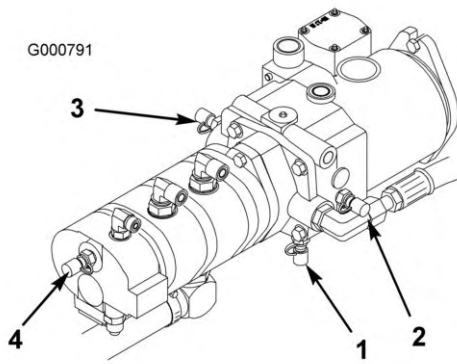

図 82
4. テストポートDはトランスミッションの下にあり (図 82) 、トランスミッションのチャージ圧の測定用です。
5. テストポートE (図 82) は、前進走行油圧の測定用です。
6. テストポートF (図 82) 後退走行油圧の測定用です。
7. テストポートG (図 82) は、パワステ油圧の測定用です。